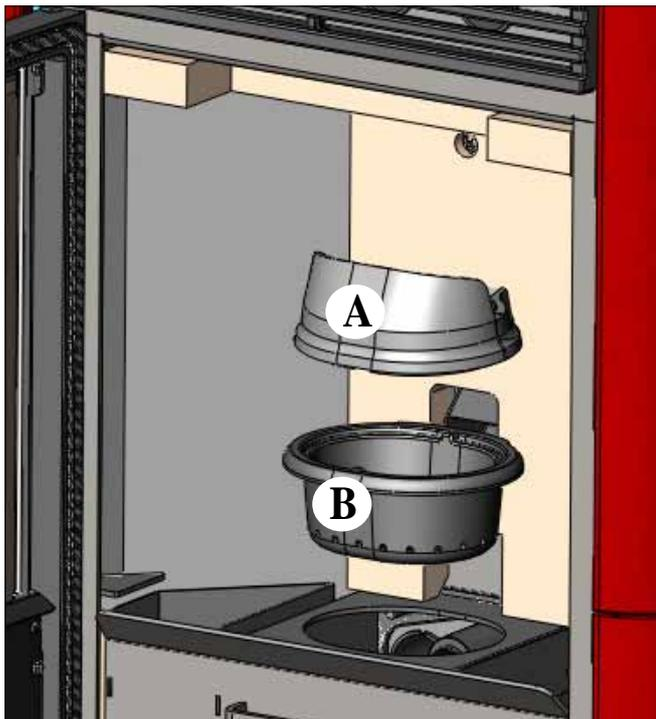

fig. 1
**Dopo la normale pulizia, il NON CORRETTO accoppiamento del crogiolo superiore (A) (fig. 1) con il crogiolo inferiore (B) (fig. 1) può compromettere il funzionamento della termostufa.**